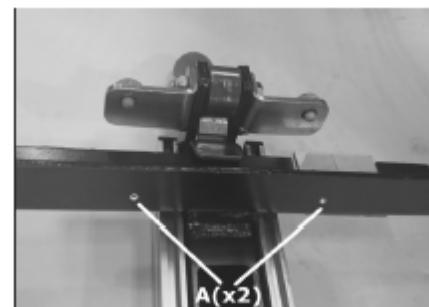

Рис. 31
3. Вывернуть задние регулировочные винты (рис. 31, А), так чтобы они были только слегка ввернуты во фланец упора.
- Повернуть каждый задний регулировочный винт (рис. 31, А) на 1/6 оборота.